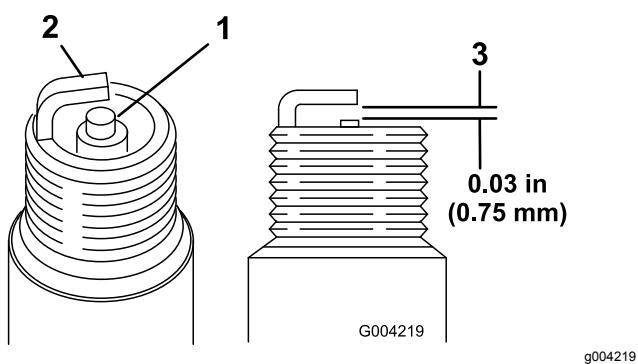

Figura 49
1. Veja a parte central de ambas as velas de ignição (Figura 49). Se verificar uma cobertura castanha ou cinzenta no isolante, o motor está a funcionar corretamente. Uma cobertura preta no isolante indica que o filtro de ar está sujo.
2. Verifique a folga entre os elétrodos central e lateral (Figura 49).
3. Dobre o elétrodo lateral (Figura 49) se a folga não for a correta.